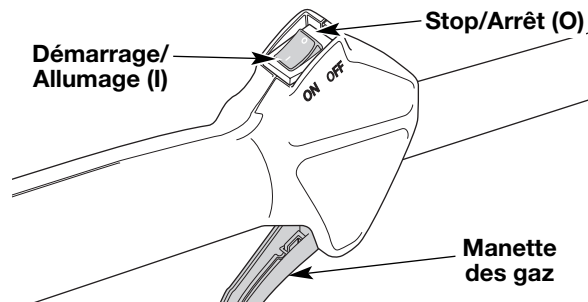

Fig. 6
2. Mettez la commande Marche/Arrêt Stop en position MARCHE (I) (Fig. 6).